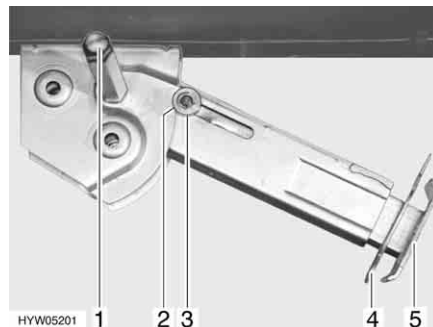

Bild 28 Hubstütze
- Am Sechskant (Bild 28,1) den Steckschlüssel aufstecken und drehen, bis die Hubstütze senkrecht nach unten steht.
- Splint (Bild 28,4) aus der Stützfußverlängerung (Bild 28,5) herausziehen.
- Am Sechskant (Bild 28,1) den Steckschlüssel aufstecken und drehen, bis die Hubstütze wieder vom Boden frei ist.
- Stützfußverlängerung (Bild 28,5) ganz einschieben und Splint (Bild 28,4) in die vorgesehene Bohrung an der Stützfußverlängerung stecken.
- Mit Steckschlüssel am Sechskant (Bild 28,1) drehen, bis Hubstütze nach oben geschwenkt und die Führungsscheibe (Bild 28,3) vollständig in die Kerbe (Bild 28,2) eingefahren ist.